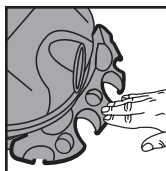

FIGURE 12
10. Appuyez vers le bas, au centre du porte-outils, jusqu'à ce que les ongles se bloquent contre la partie inférieure du couvercle. **FIGURE 12**.